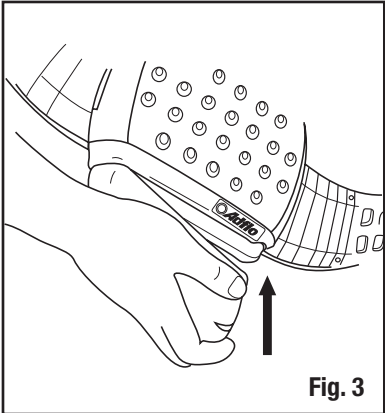

Fig. 3
2. Enganche la orilla izquierda de la batería en su soporte en la parte inferior de la unidad y presione la batería dentro del ventilador de motor hasta que quede bien enganchada, esto es cuando **escuche dos clics** (Fig. 3).